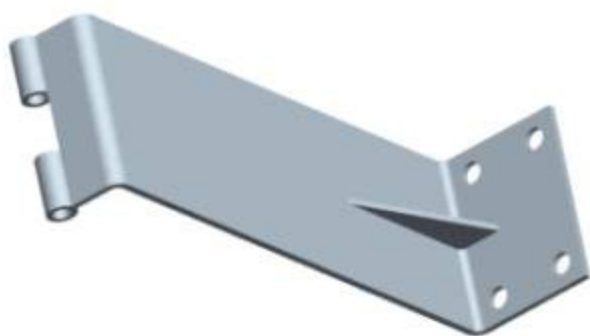
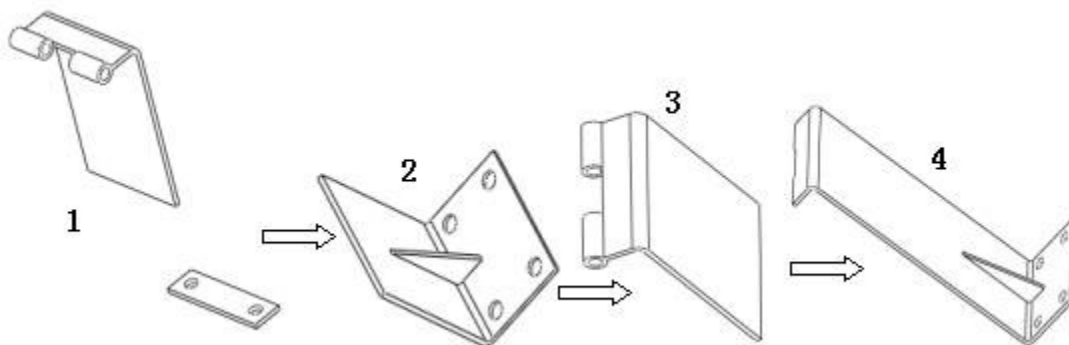

图 6-9 练习 6-8 练习模型
图 6-10
【练习 6-8】： 打开附盘“\ch06\6-8.prt”文件，如图 6-9 所示。使用【简化表示】将模型依次表示为如图 6-10 所示的形状。
- (6) 改变拉伸深度方向和材料拉伸方向可分别得到图 6-10 所示的图 1、图 2、图 3。